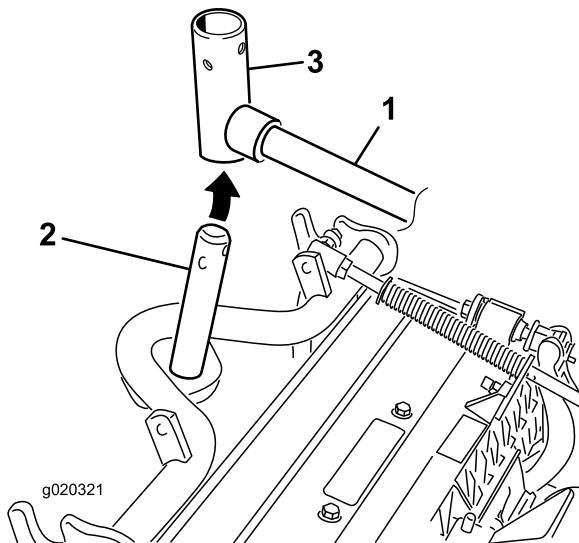

Bild 7
8. Vorderen Mähwerke: Schieben Sie ein Mähwerk unter den Hubarm und schieben Sie gleichzeitig den Trägerrahmenschaft in das Gelenkjoch des Hubarms (Bild 7).
- Setzen Sie das Hubarmjoch in den Trägerrahmenschaft ein (Bild 7).